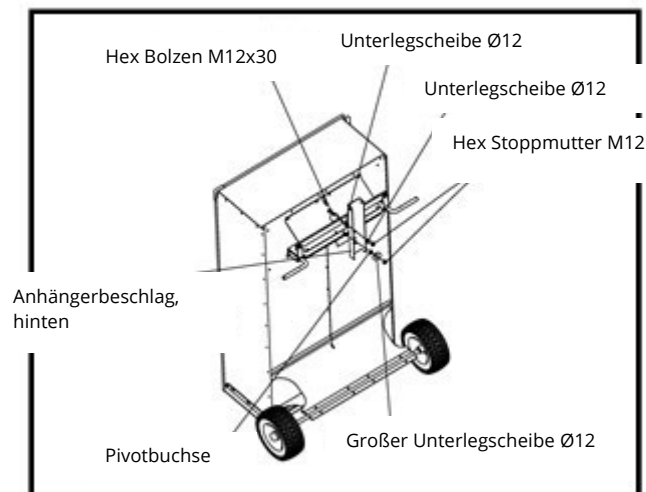

Abbildung 11
20. Entfernen Sie die M12-Mutter am Pivot-Bolzen. Montieren Sie dann den Anhängerbeschlag hinten, die Pivotbuchse, die große Ø12-Unterlegscheibe und die M12-Hex-Stopmmutter am Pivot-Bolzen. (Die Pivotbuchse passt ins Loch des Beschlags). Siehe Abbildung 11.
21. Befestigen Sie den Anhängerbeslag für die Verbindungsstange wie in der Abbildung 11 angezeigt mit einem M12x30-Hex-Bolzen, einer Unterlegscheibe und einer M12-Stopmmutter. Festziehen und dafür sorgen, dass sich die Zugvorrichtung drehen kann.